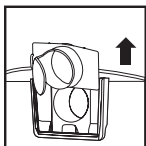

FIGURE 22
29. Retirez le déflecteur d'admission du guide de déflecteur. **REMARQUE** : Le tuyau doit être enlevé avant le retrait du déflecteur d'admission. **FIGURE 22.**